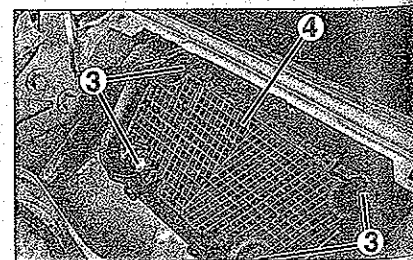

FIG. 13
- los tornillos de fijación (3) de la rejilla (4) de la caja de reciclaje de aire desde el compartimento motor (fig. 13).
- la rejilla de entrada de aire de la caja de reciclaje de aire (fig. 13).